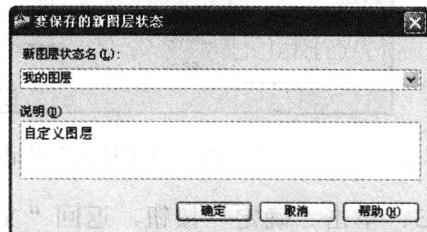

图 1-9 “要保存的新图层状态”对话框
2. 单击对话框中的“新建”按钮，弹出如图 1-9 所示的“要保存的新图层状态”对话框。